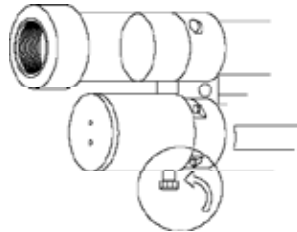

fig. 7b
- 2) vissez ensuite la tête du capuchon sur la vis jusqu'à ce que la machine soit complètement réinitialisée (fig 7b).
- 3) a la fin de la procédure, remettre le bouchon du dispositif de retour d'urgence (C) dans les conditions de départ.